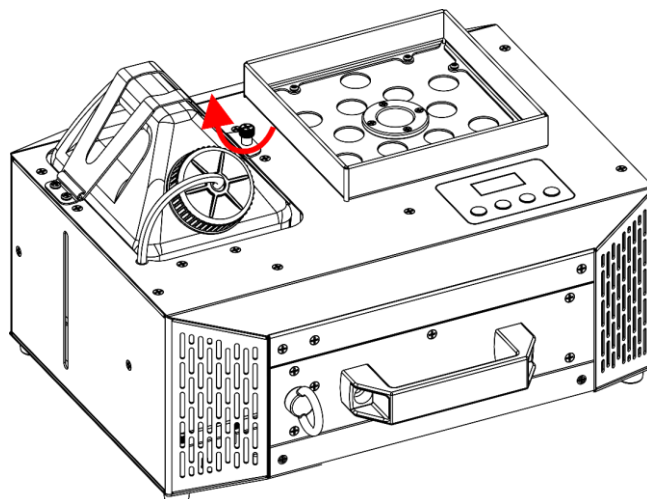

Fig. 37
- 12) Draai de **veiligheidsschroef voor de tankbeugel (04)** vast, zoals getoond in Fig. 37.